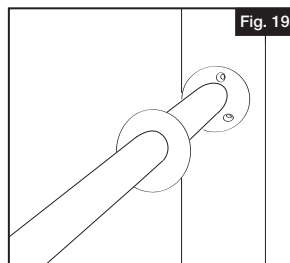

Fig. 19
3. Deslizar la cubierta sobre el larguero (Fig. 19). **NO SE PUEDE HACER DESPUÉS DE LA INSTALACIÓN.**